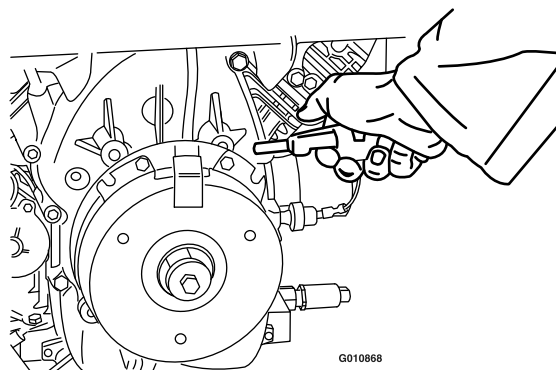

Figura 81
3. Utilizando um compressor de ar, sopre quaisquer detritos de debaixo do pólo do travão e em torno dos espaçadores do travão (Figura 81).